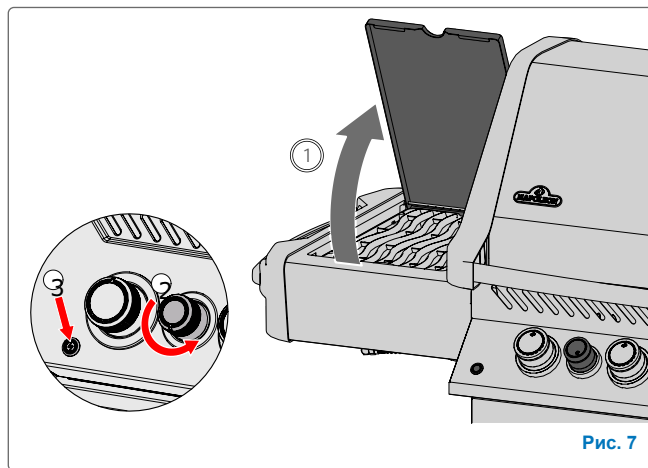

Рис. 7
4. Если горелка не зажигается в течение 5 секунд - поверните ручку управления горелкой по часовой стрелке в положение ВЫКЛЮЧЕНО. Подождите 5 минут. Повторите шаги 2 и 3. (Рис. 7).